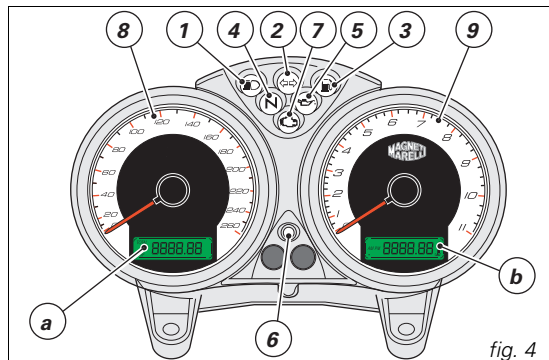
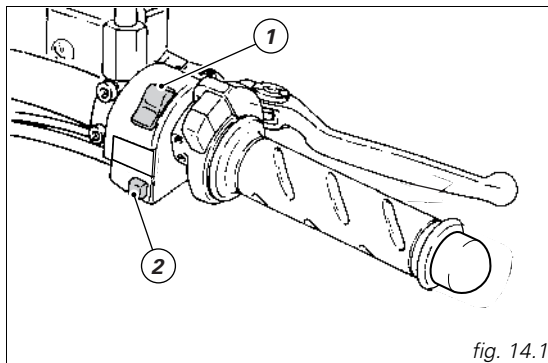

fig. 4
fig. 14.1
Cruscotto (fig. 4)
La seguente procedura offre quindi la possibilità all'utente, in caso di problemi al sistema immobilizer, di disabilitare la funzione "blocco motore" rappresentata dall'accensione simultanea della spia giallo ambra EOBD (7, fig. 4).
La spia EOBD (7, fig. 4) si spegne dopo un tempo prestabilito di 8 secondi.
4) Contare un numero di lampeggi della spia EOBD (7, fig. 4) pari alla prima cifra del codice segreto.
- 1) Se il codice viene riconosciuto, la spia (6, fig. 4), posta sul quadro strumenti, emette un breve lampeggio; il sistema di protezione ha riconosciuto il codice della chiave e disattiva il blocco motore. Premendo il pulsante START (3, fig. 14.1), il motore si avvia;
- 2) Se la spia (6, fig. 4) o la spia EOBD (7, fig. 4) rimangono accese, il codice non è stato riconosciuto.
- 3) Se la spia (6, fig. 4) rimane lampeggiante significa che una segnalazione del sistema immobilizer è stata ripristinata (ad esempio con la procedura di sblocco tramite manopola). Ruotando la chiave in posizione OFF e nuovamente su ON la spia immobilizer dovrebbe riprendere il suo normale funzionamento (vedi punto 1).
Commutatore destro (fig. 14.1)